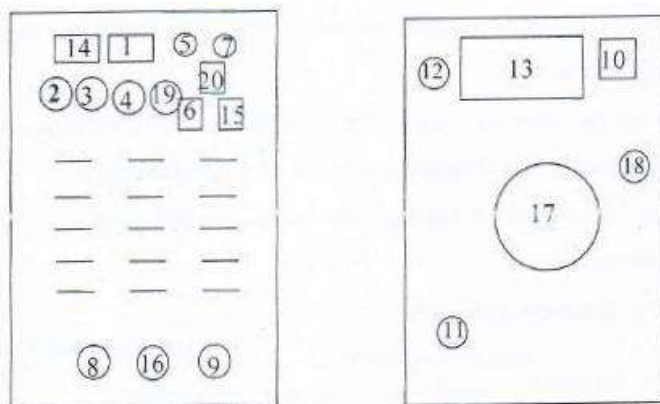

Рис.1
5.2.Общий вид полуавтомата представлен на рис.1.
-протяните сварочную проволоку через горелку, нажимая на кнопку (рис.1 поз.15) на панели источника питания или на кнопку на панели управления подающего механизма и удерживая шланг сварочной горелки прямым;
г) откройте вентиль на баллоне с защитным газом, и установите требуемый расход газа включив режим «Тест газ» (рис.1 поз.15);
е) для **установки режима заварки кратера**: включить тумблер поз.6 (рис.1) в положение «ON», установить необходимые значения тока заварки кратера и напряжения заварки кратера соответствующими регуляторами, расположенными на лицевой панели источника питания. Включение режима заварки кратера в процессе сварки осуществляется повторным нажатием кнопки горелки, при отпускании кнопки: режим завершается;